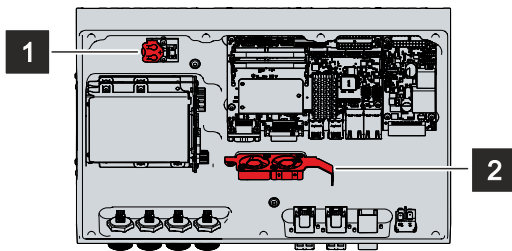

Abb. 28: Batterie und Lüfter
⇒ Sie haben nun Zugang zu der Batterie (1) und den Lüftern (2) (siehe Abb. 28).
Um die Batterie zu wechseln, ziehen Sie diese aus dem Batteriehalter heraus (siehe Abb. 28). Anschließend stecken Sie die neue Batterie in den Batteriehalter hinein. Achten Sie dabei auf die richtige Polung, die in der Abbildung dargestellt wird.